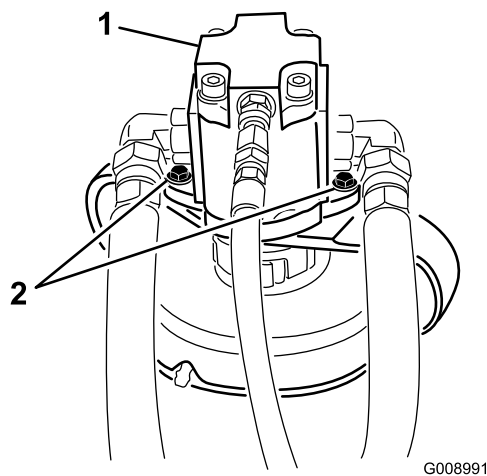

Bild 1
3. Entfernen Sie die Schrauben, mit denen der Hydraulikmotor am Mähwerk befestigt ist (Bild 1). Heben Sie den Motor vom Mähwerk ab und legen Sie ihn vom Mähwerk entfernt ab.
13. Befestigen Sie den Hydraulikmotor mit den vorher entfernten Schrauben am Mähwerk (Bild 1).